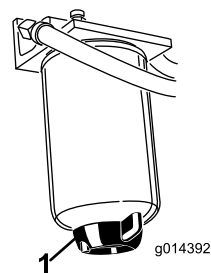

Figure 29
Vidangez chaque jour l'eau ou autres impuretés qui se trouvent dans le séparateur d'eau (Figure 29). Remplacez la cartouche du filtre toutes les 400 heures de fonctionnement.
2. Dévissez le bouchon de vidange en bas de la cartouche du filtre (Figure 29).